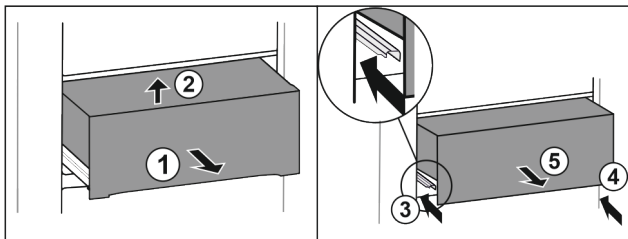

Fig. 42
- ▶ Trekk skuffen ut halvveis. Fig. 42 (1)
- ▶ Løft skuffen foran. Fig. 42 (2)
- ▶ Skyv inn venstre skinne. Fig. 42 (3)
- ▶ Skyv inn høyre skinne. Fig. 42 (4)
- ▶ Ta ut skuffen framover. Fig. 42 (5)